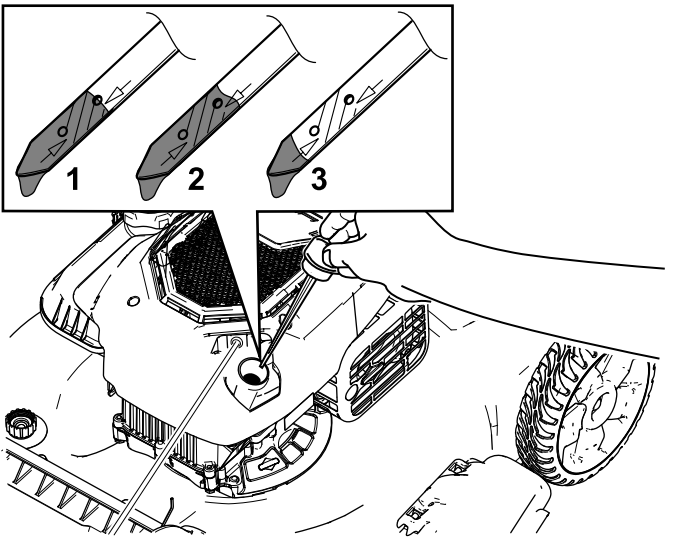

Figura 22
- 3. Retire la varilla girando el tapón en el sentido contrario a las agujas del reloj y tirando del mismo (Figura 22).
10. Observe en la varilla el nivel de aceite (Figura 22).